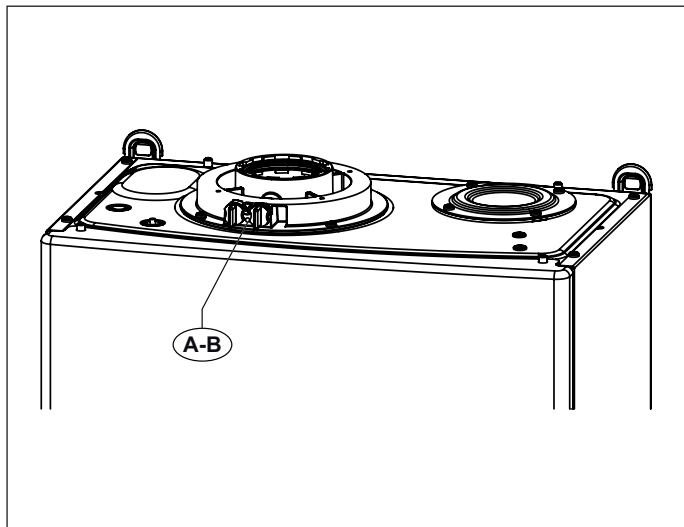
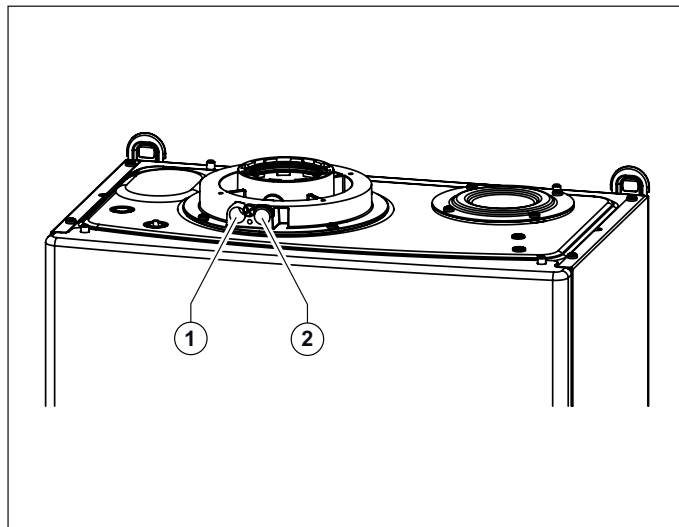

Fig. 14 Posición tapones
Fig. 15 Posición orificios
La caldera cuenta con una torre para la conexión de la tubería de aspiración del aire/evacuación de humos (ver Fig. 14 Posición tapones y Fig. 15 Posición orificios).
En la torre han sido preparados orificios para el acceso directo del aire de combustión y a la evacuación de los humos (ver Fig. 15 Posición orificios).
Antes de efectuar las mediciones quitar los tapones **A** y **B** de los orificios preparados sobre la torre (ver Fig. 14 Posición tapones).
- medida del aire comburente tomada en el agujero específico **1** (ver Fig. 15 Posición orificios).
- medición de la temperatura de los humos y del CO₂ tomada en el orificio **2** (ver Fig. 15 Posición orificios).